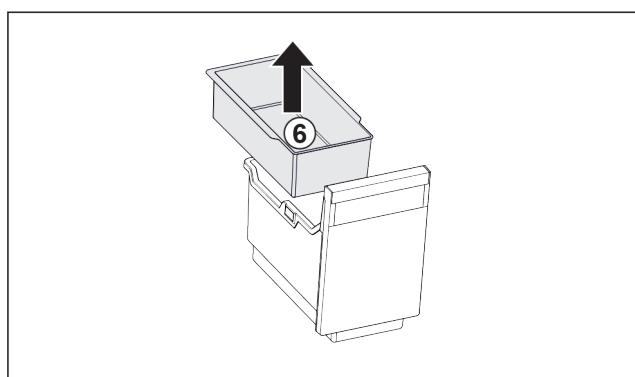

Fig. 19
- Vyjměte závěsnou misku Fig. 19 (6).